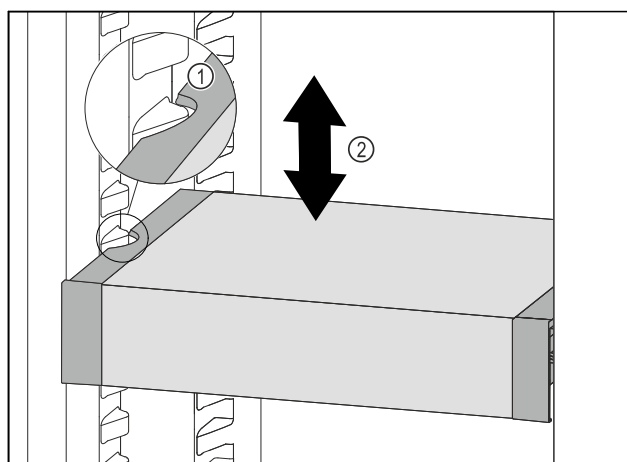

Fig. 155
- VarioSafe nach vorne ziehen, bis sich die seitlichen Aussparungen des VarioSafes auf Höhe der Behälterrippe im Kühlteil befinden. Fig. 155 (1)
- VarioSafe im Kühlteil nach oben oder unten bewegen, bis gewünschte Höhe erreicht ist. Fig. 155 (2)